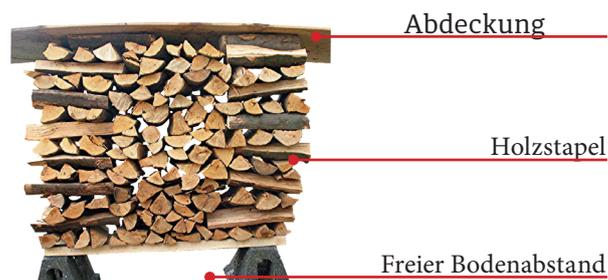

Abb.: 5
Der Scheitholzstapel ist ohne Kontakt zum Erdreich zu errichten, da dieser sonst Feuchtigkeit aus dem Boden ziehen kann. Das Scheitholz möglichst auf der Südseite eines Gebäudes, vor Niederschlag geschützt und gut belüftet lagern. Scheitholz locker und an einer Seite abgestützt aufstapeln. Zwischen den einzelnen Holzstößen einen Belüftungsspalt lassen (Abb.: 5).
- Anders als bei einem Lagerfeuer wird das Feuer im Heizeinsatz von oben angezündet. Legen Sie oben auf die Holzscheite möglichst klein gespaltene, trockenes Weichholz als Anfeuermodul auf (Abb.: 5). Öffnen Sie den Verbrennungsluftschieber zum Anheizen vollständig (siehe „8.3 Stellungen der Bedienelemente“ auf Seite 14). Mit der Menge des aufgegebenen Brennstoffes bestimmen Sie maßgeblich die Heizleistung. Legen Sie Befüllmengen entsprechend Kapitel „8 Scheitholztabelle, Heizwerte“ auf.